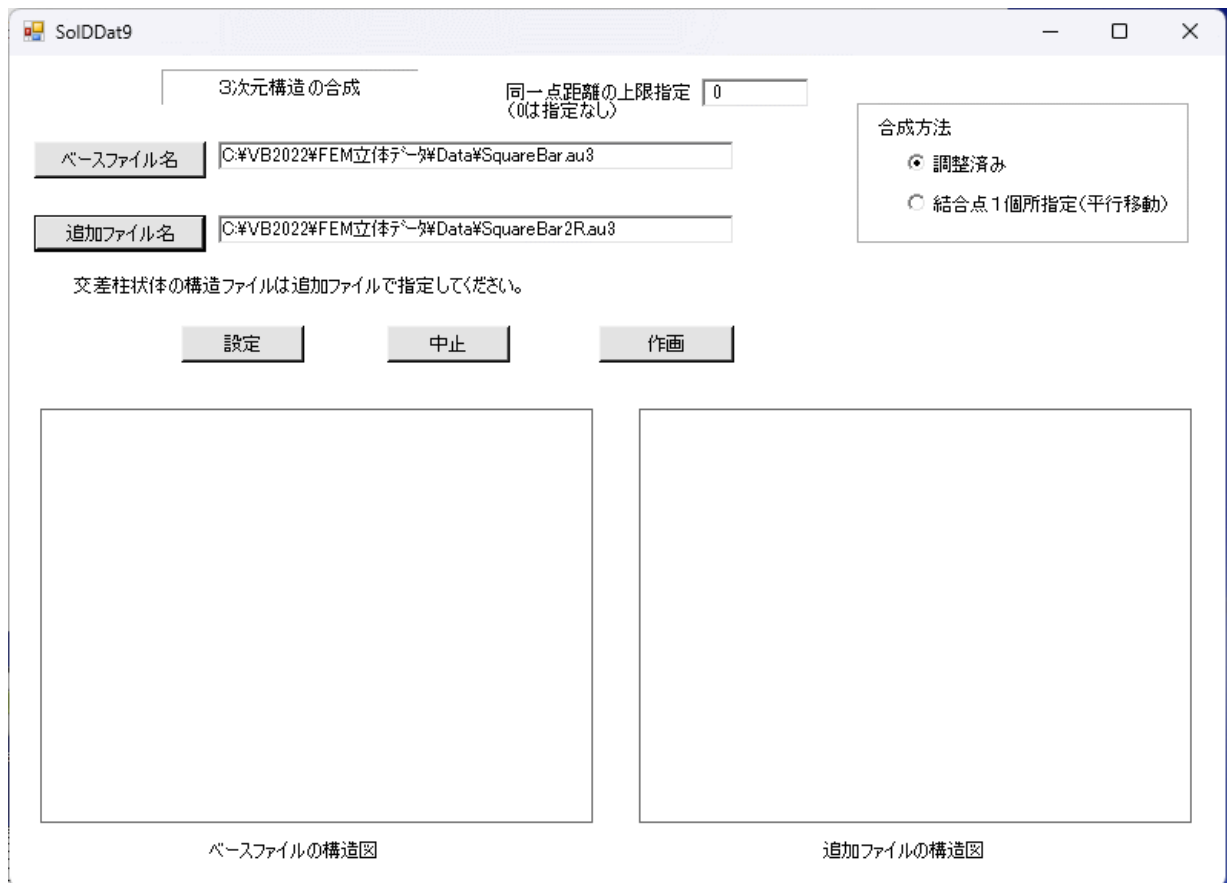

図8-7 合成ファイル設定画面（作画前）
1) サブメニューの「構造の合成」を選択すると、図8-7の合成ファイル設定画面となります。
- ① 同画面で、ベースファイルと追加ファイルを設定します。「ベースファイル名」ボタン、または「追加ファイル名」ボタンをクリックすると、コモンダイアログでファイルを開く画面となり、それぞれの構造データファイルを選定して読み込みます。
3) 図8-7の画面で「作画」ボタンをクリックすると、図8-9のように2つの構造図が作画された画面となります。本作画により、合成する構造が間違っていないか確かめることができます。